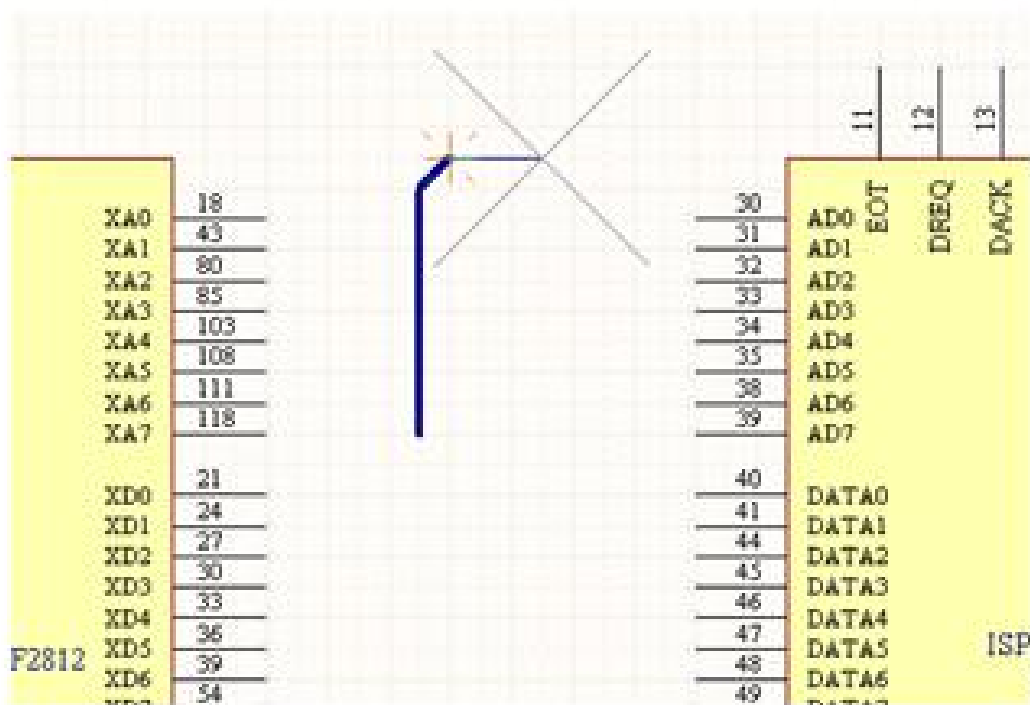

图 3-77 绘制总线
- 2) 将光标移动到想要放置总线的起点位置，单击确定总线的起点。然后拖动光标，单击确定多个固定点，最后确定终点，如图3-77所示。总线的放置不必与元件的引脚相连，它只是为了方便接下来对总线分支线的绘制而设定的。